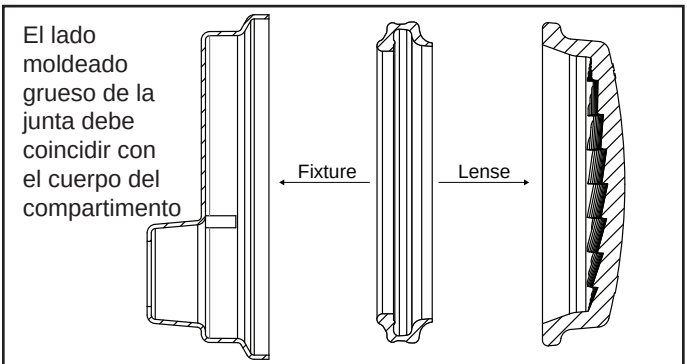

Figura 10. Plano transversal de la luz LED Jandy Pro Series WaterColors
- Mientras sostiene el conjunto de la luz hacia arriba, coloque el lente de vidrio con la empaquetadura encima de la luz. Tenga en cuenta que la empaquetadura del lente no tiene forma simétrica. Por eso, se debe instalar correctamente de manera que el lente quede sellado en el compartimento de la luz. Coloque la junta en el lente con la orientación que se muestra en la Figura 10. En la luz pequeña, reemplace el lente divergente introduciendo las pestañas entre el lente y la junta.